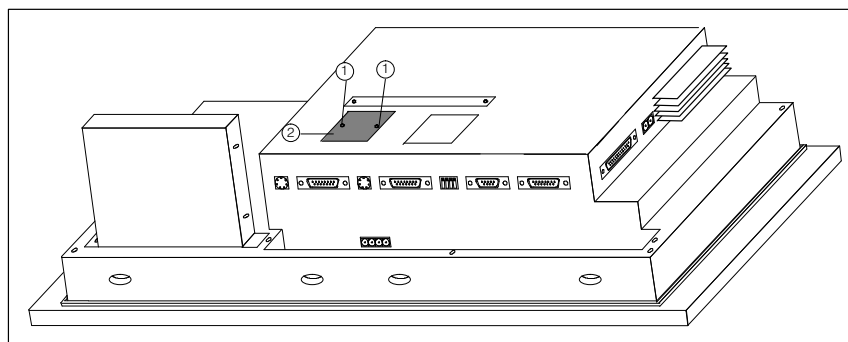
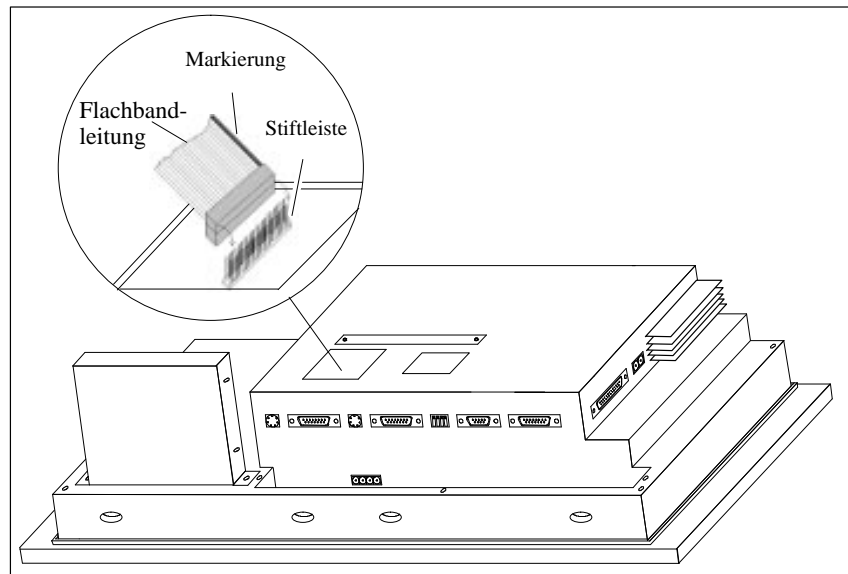

Bild 5-4 Abdeckung entfernen
Bild 5-5 Stecker des Direkttastenmoduls stecken
2. Zwei Spreiznieten ① lösen und die im Bild 5-4 gekennzeichnete Abdeckung ② von der Rückwand des OP entfernen.
3. Stecker des Direkttastenmoduls in die Buchse stecken (siehe Bild 5-5), die sich unter der Abdeckung ^② (siehe Bild 5-4) befindet.